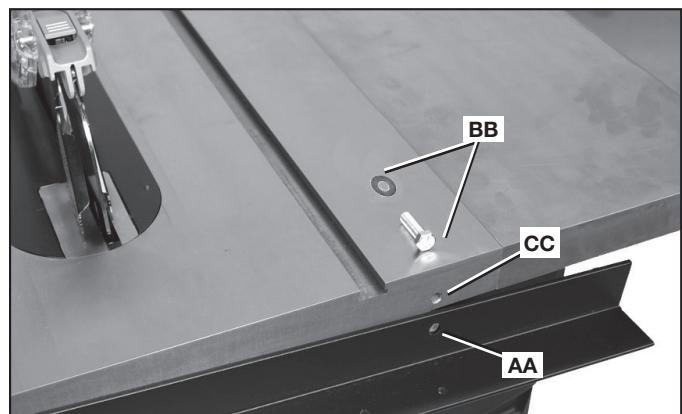

FIG. 12
- Alinee los dos orificios que no están avellanados (uno se muestra en (AA), Fig. 12) del riel trasero con los dos orificios que están en el borde trasero del banco de la sierra.
- Coloque las arandelas de bloqueo de (3/8 pulgada) en los dos tornillos largos de cabeza hexagonal de 3/8-24 x 31,2 mm (1-1/4 pulg). (Los artículos de ferretería se muestran en (BB), Fig. 12).
- Coloque los tornillos en los dos orificios del riel y enrósquelos en los dos orificios roscados (uno se muestra en (CC) Fig. 12) del banco de la sierra, PERO AÚN NO LOS AJUSTE POR COMPLETO.
5. Cuando se coloca en la posición descrita más arriba, la parte horizontal del riel debe estar a 73.03 mm (2 7/8 pulgadas) debajo de la parte superior de la superficie del banco. **Ajuste los artículos de ferretería de montaje del riel frontal cuando esté seguro de que el riel está a la profundidad apropiada. Consulte el recuadro en la Fig. 12 para ver la sección trasversal que muestra cómo verificar la nivelación.**